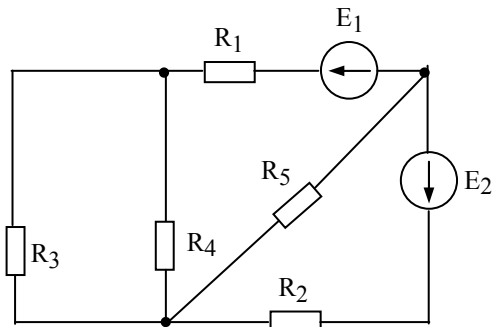

Рис.1.4.22
1.4.22. Определить ток в резисторе сопротивлением  $R_5$  при заданных параметрах элементов схемы (рисунок 1.4.22):  $E_1=100$  В,  $E_2=25$  В,  $R_1=6$  Ом,  $R_2=5$  Ом,  $R_3=20$  Ом,  $R_4=5$  Ом,  $R_5=10$  Ом. Каким должно быть сопротивление резистора  $R_5$ , чтобы в нем можно было получить максимальную мощность.